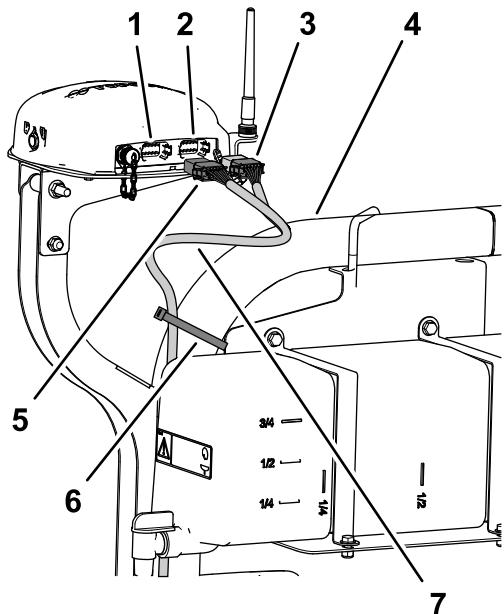

Figura 197
2. Disponete la diramazione da 390 cm del cablaggio dati lungo il tubo del ROPS di destra con il connettore a 12 prese (grigio) e il connettore a 12 prese (nero) in alto, verso il ricevitore di navigazione (Figura 197).